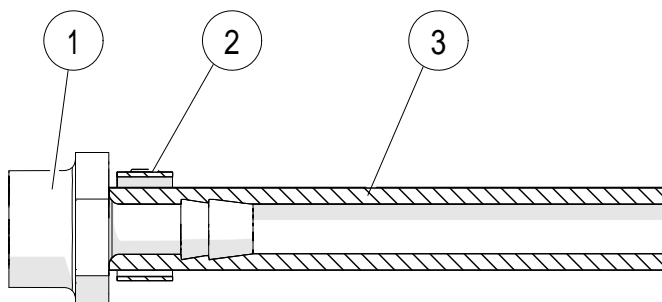

Abb. 14: Tülle (1), Schlauchklemme (2) und Schlauch (3)
Die Komponenten Tülle (1), Schlauchklemme (2) und Schlauch (3) wie in Abb. 14 anordnen: